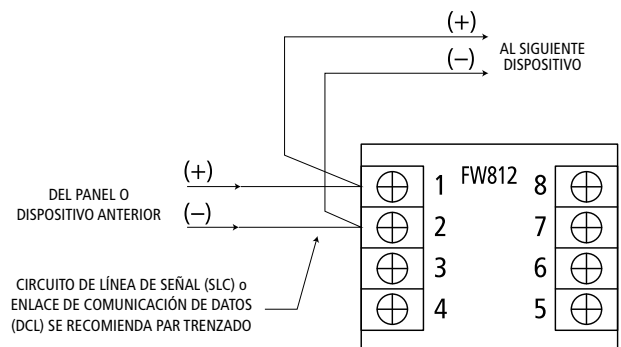

Figura 2 - Diagrama de Cableado (SLC/DCL)
2. Conecte los cables, véase la figura 2. El terminal 1 y el terminal 2 son sensibles a la polaridad. Todos los circuitos están limitados por la potencia.